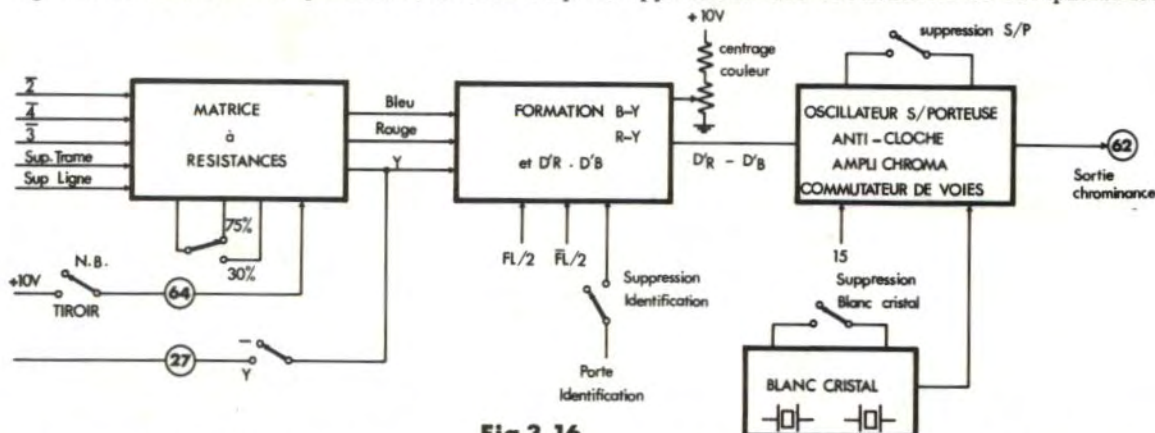

Fig 3.16
D'après le synoptique de ce tiroir, fig. 3.16., il est possible de suivre les différentes étapes d'élaboration des signaux de la mire couleur. Le tiroir couleur ne fonctionne que si la touche NB/Tiroir est sur Tiroir. Le +10 V passe en coupure par l'une des palettes du contacteur S3e avant d'arriver au plot (65) du tiroir couleur. Le signal de luminance "Y" est élaboré par une matrice à résistances, à partir des signaux de base R-V-B qui sont additionnés après application des coefficients de compatibilité.